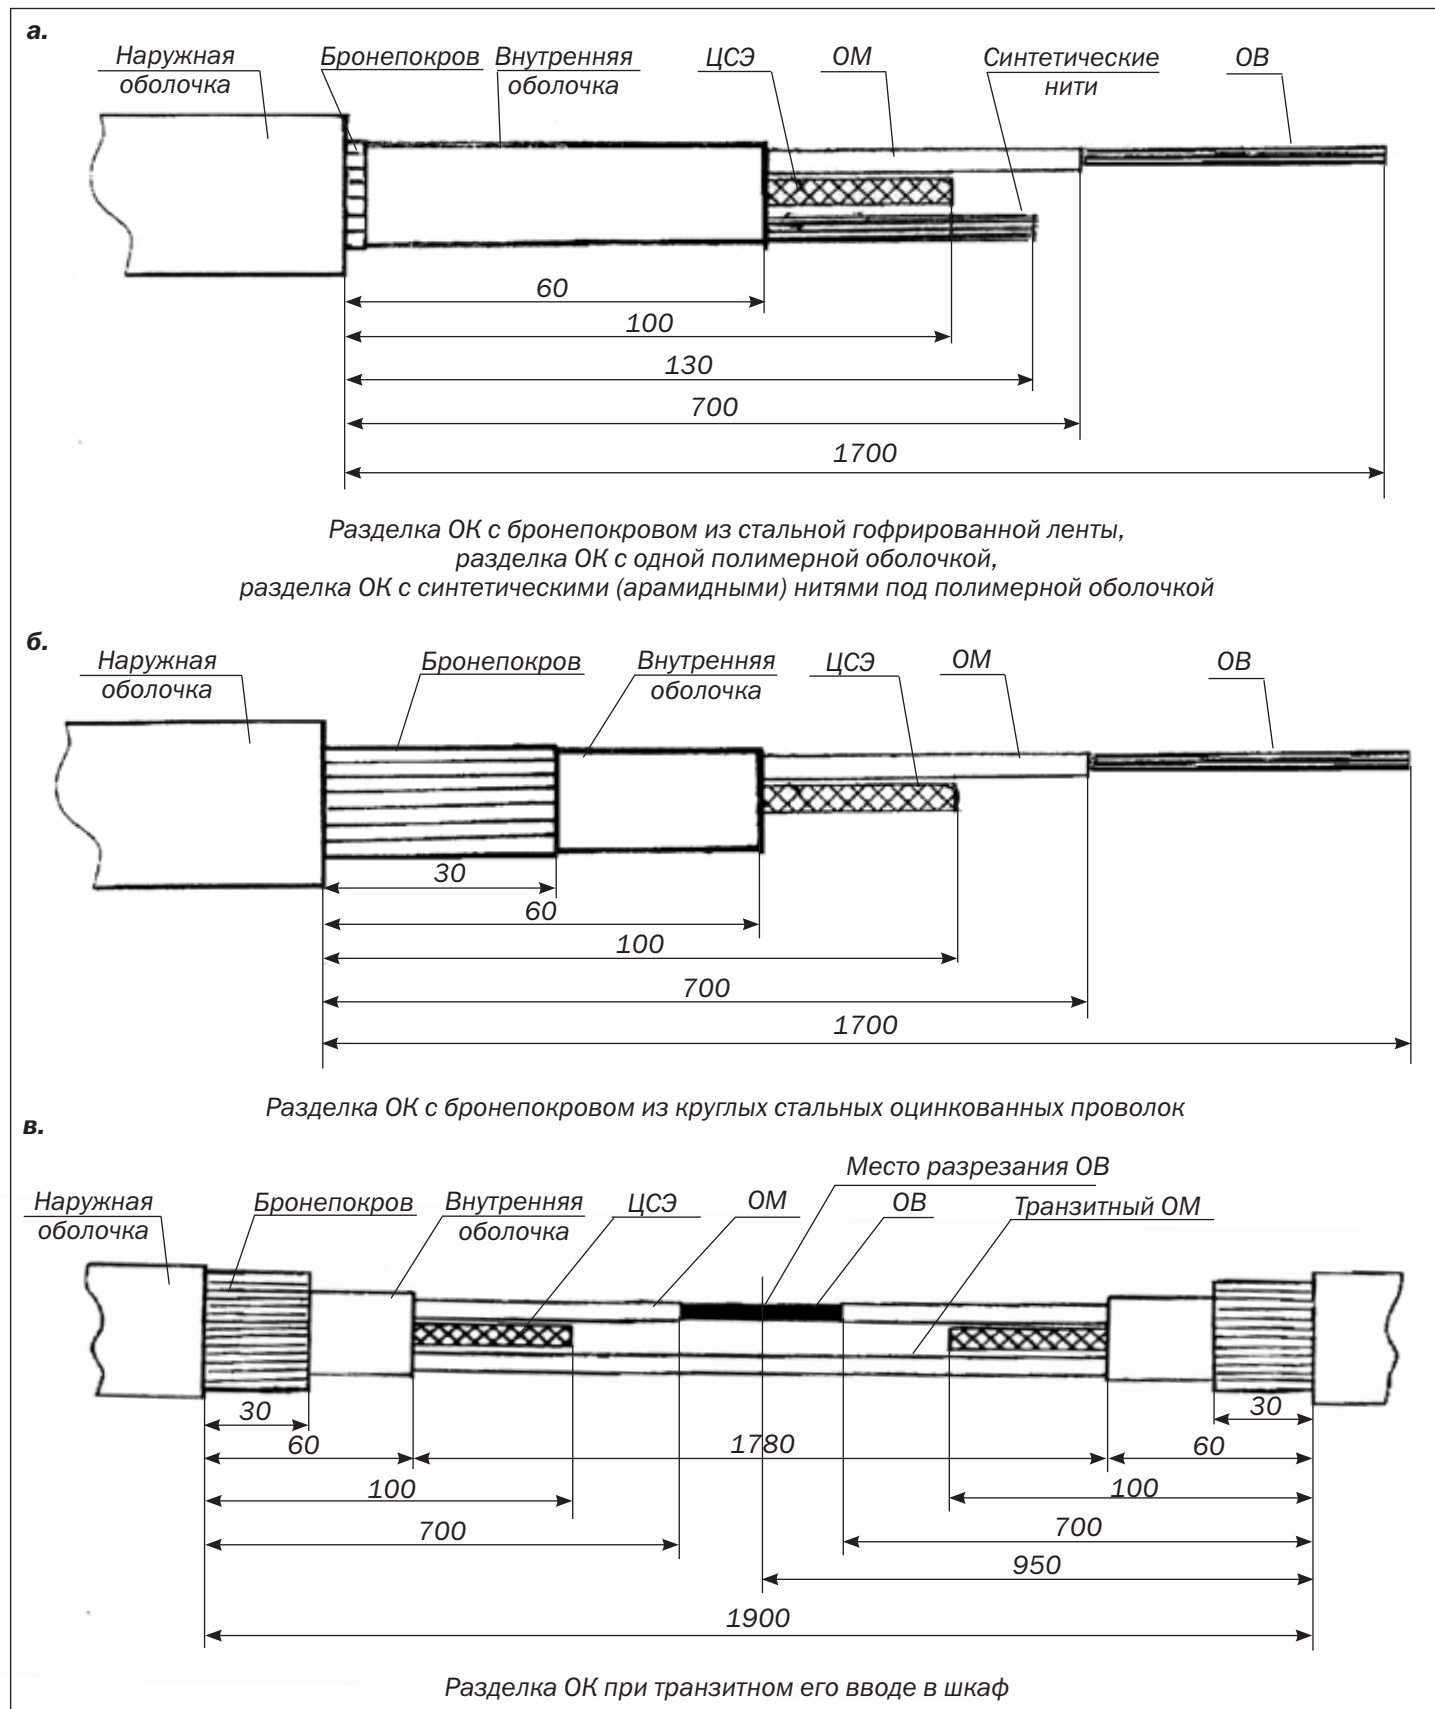

Рисунок 4.1 - Варианты разделки ОК
**4.6** Если в конструкции ОК имеются синтетические (арамидные) нити, обрезать их на расстоянии 130 мм от кромки наружной оболочки (*см. рисунок 4.1 а*) ножницами для резки синтетических нитей, концы нитей скрепить лентой 88T.